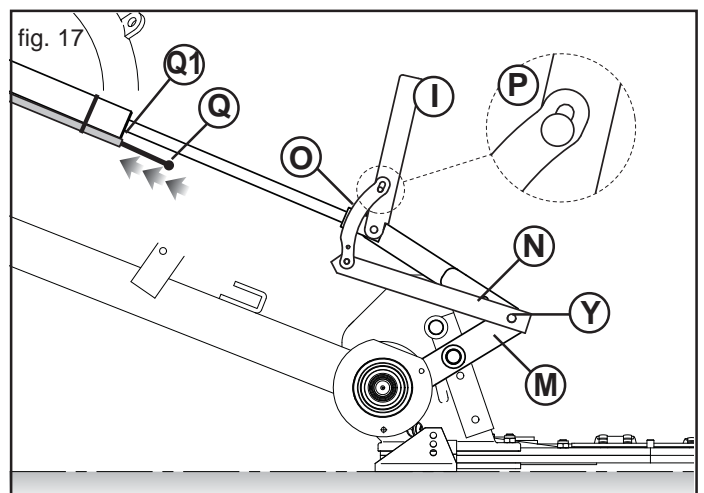

fig. 17
- 1) Spostare i leverismi (M e N, Fig. 17) nella posizione (Y).
- 2) Sollevare la staffa (I) come indicato in Figura 17, bloccandola con l'asta (O) nella posizione inferiore dell'asola (rif. P, Fig. 17).
- 3) Per evitare spiacevoli inconvenienti durante la movimentazione della barra di taglio, staccare il cavo d'acciaio (Q) dall'asta (O) recuperandolo fino alla posizione (Q1).